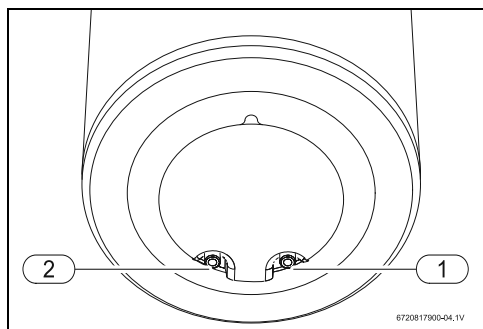

Fig. 11 Raccordement d'eau (ES150/200)
- ▶ Marquer les conduites d'eau froide et d'eau chaude sanitaire de manière conforme pour éviter de les intervertir (fig. 11).